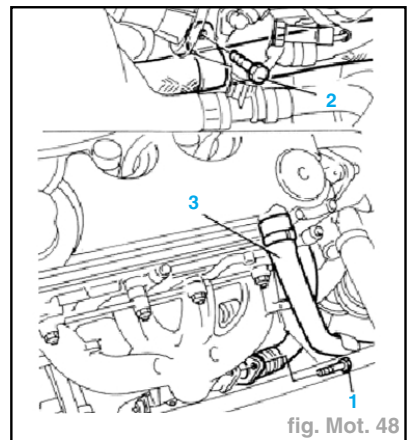

fig. Mot. 48
- Dévisser les vis de fixation (4) du pare-chaleur du collecteur d'échappement.
- Dévisser les vis de fixation (1) du tuyau d'alimentation en gaz d'échappement du collecteur (fig. Mot. 48).